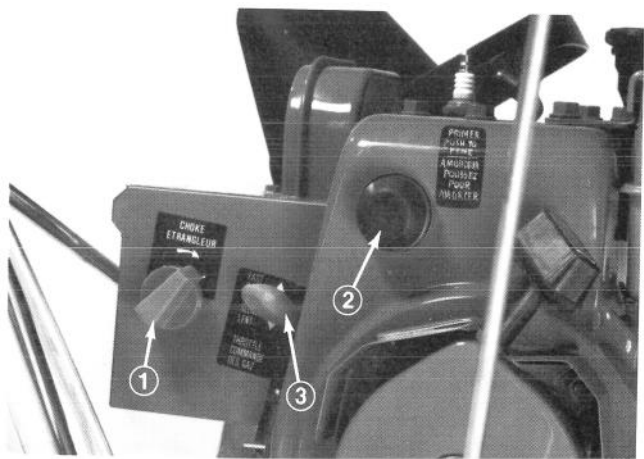

Abb. 21
1. Die Drossel auf SCHNELL stellen (Abb. 21).
3. Den Choke im Uhrzeigersinn völlig aufdrehen (Abb. 21).
5. Den Tupfer fünfmal betätigen (Abb. 21).
7. Wenn der Motor angesprungen ist, den Choke (Abb. 21) sofort in 3/4 Stellung bringen. Bei zunehmender Erwärmung des Motors den Choke zunächst auf 1/2 und dann auf AUS stellen. Wenn der Motor stottert, den Choke wieder auf 1/2 und dann auf AUS stellen, sobald er genügend warm ist.